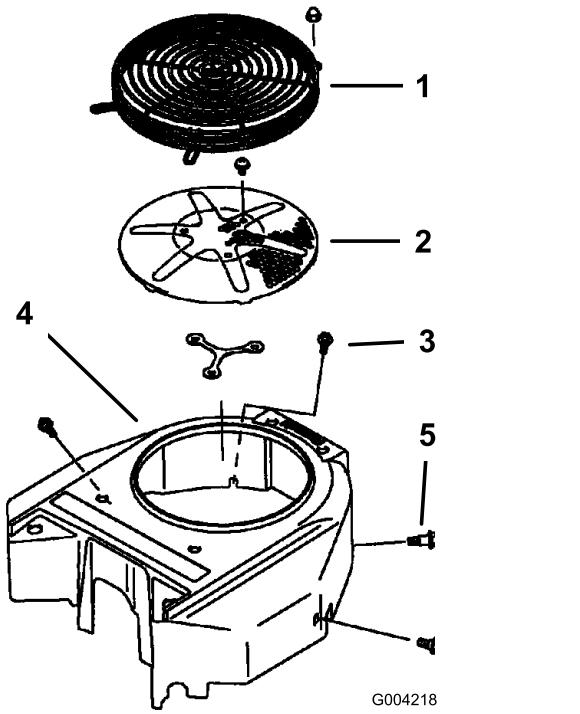

Figura 73
3. Retire la rejilla de entrada de aire, el arrancador de retroceso y la carcasa del ventilador (Figura 73).
5. Instale la rejilla de entrada de aire, el arrancador de retroceso y la carcasa del ventilador (Figura 73).